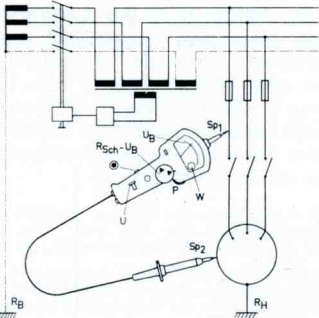

Abb. 3b: Überprüfung der FJ-Schutzschaltung.
6. Überprüfung der Fehlerstrom-(FJ)-Schutzschaltung bis 1 A (Abb. 3b)
Überprüfung der 30 mA Fehlerstrom-(FJ)-Schutzschaltung (Abb. 3b)